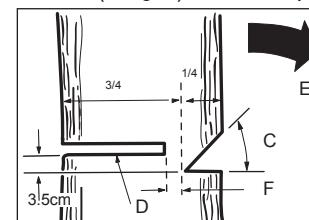

FIG. 1
Normalmente la tala consiste en dos cortes principales, la incisión (C Fig. 1) y el corte verdadero (D Fig. 1), necesario para la caída del árbol.
- Inicie con la incisión superior (C) en el lado del árbol que mira la dirección de la caída (E).
- La profundidad de la incisión (F) debe ser igual aproximadamente a $\frac{1}{4}$ del diámetro del tronco.
- Despues de la incisión realice el corte verdadero (D) del otro lado del árbol 3-5 cm arriba de la altura de la incisión (Fig. 1).